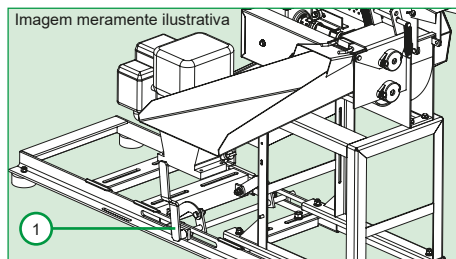

Figura 7
- ✓ O motor deverá ser acionado somente se a alavanca (1) do esticador de correia estiver em posição de alívio, ou seja, sem tensionar a correia, conforme Figura 7.